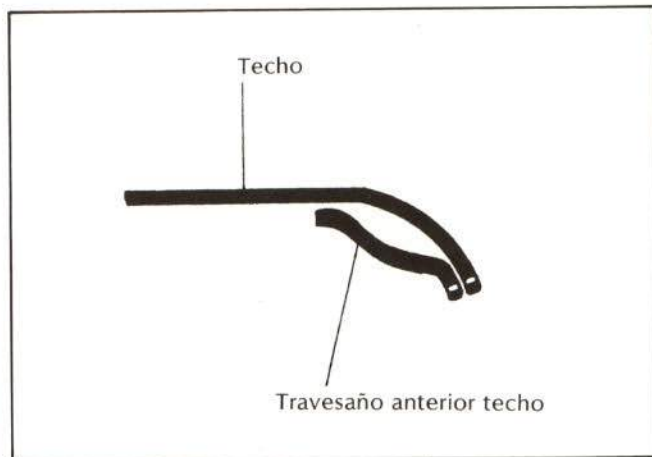

Fig. 18.—Sección parte anterior techo.
- *Parte anterior.*— Va unida al travesaño anterior (4b en fig. 12) del techo mediante sellador en su parte interior, y a través de puntos de soldadura a la pestaña exterior del travesaño, sirviendo de asiento a la goma contorno del parabrisas en su parte superior (véase fig. 18).